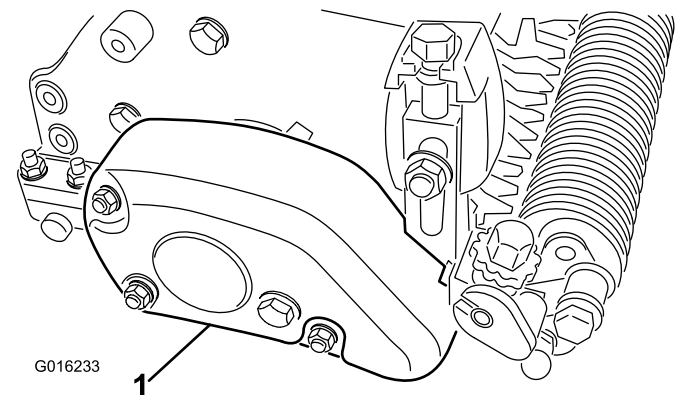

Figure 16
31. Montez le couvercle de courroie sur le boîtier du groomer avec 3 contre-écrous (**Figure 16**).